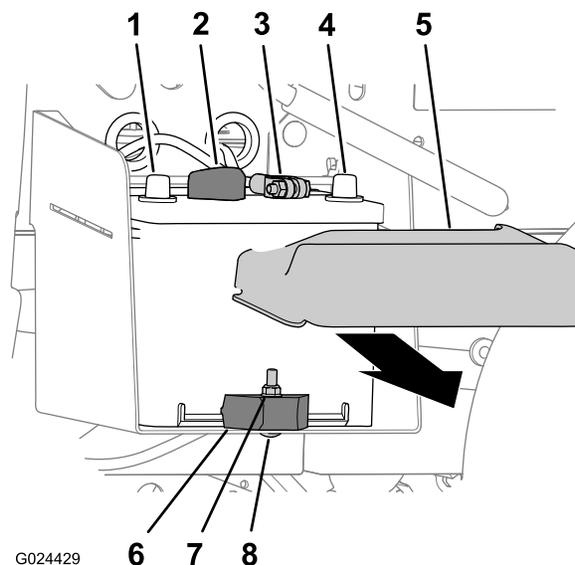

図 46
1. バッテリーカバーを両側からを押すようにしてバッテリー上部からカバーを外す (図 46)。
2. バッテリーのマイナス端子からマイナス-ケーブルを外す (図 46)。
3. バッテリーのプラス端子からプラスケーブルを外す (図 46)。
2. バッテリーをバッテリートレイに固定しているロックナット、キャリッジボルト、バッテリークランプを外す (図 46)。
3. バッテリートレイからバッテリーを取り出す (図 46)。
1. バッテリートレイにバッテリー載せる 図 46。
**注** バッテリーのプラス端子とマイナス端子が 図 46 のように整列するように取り付けること。
2. バッテリークランプ、キャリッジボルト、ロックナットを使って、バッテリーをバッテリートレイに固定する 図 46。
1. バッテリーのプラス+ケーブルをバッテリーのプラス端子に接続する 図 46。
2. バッテリーのマイナス-ケーブルをバッテリーのマイナス端子に接続する 図 46。
3. バッテリー上部に、バッテリーカバーを取り付ける 図 46。